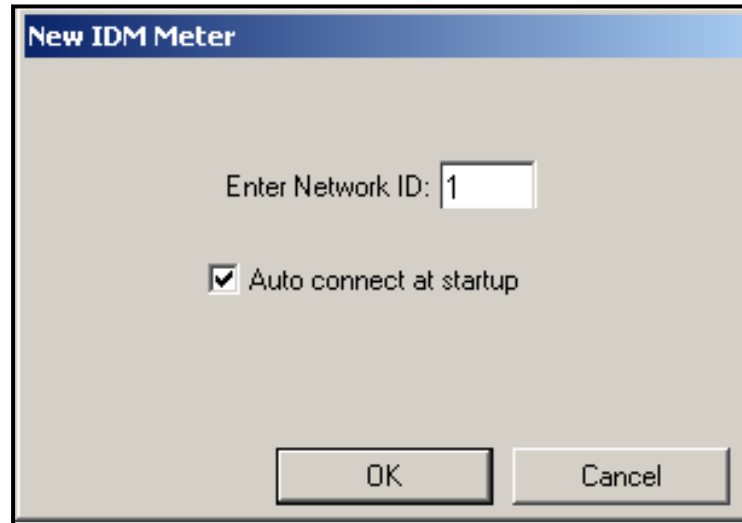

Figura 36: Tela New IDM Meter (Novo medidor IDM)
4. A tela *New IDM Meter* (Novo medidor IDM) (consulte a Figura 36 abaixo) é aberta. Insira o número de Network ID (ID de rede) do medidor e clique em [OK].